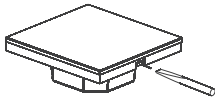

Рисунок 1. Отсоединение панели от корпуса.
- 3.3. Аккуратно отделите лицевую панель от корпуса при помощи отвертки (рисунок 1).